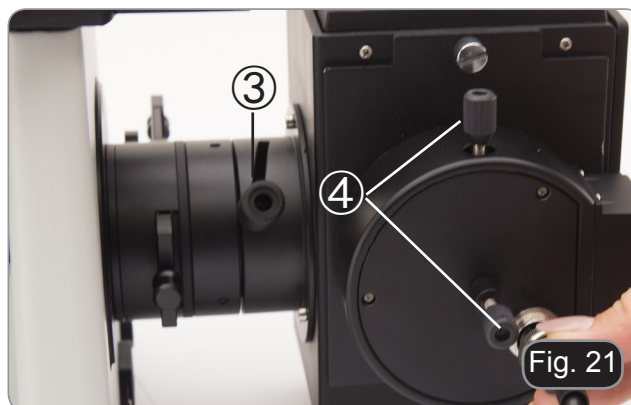

Fig. 21
2. Placez un morceau de papier sur la platine, dévissez légèrement la bague moletée du levier de réglage de mise au point ③ sur le boîtier de lampe et tournez-le dans le sens antihoraire jusqu'à ce que le filament de la lampe soit au point sur le papier. (Fig. 21)
3. Tourner les vis de centrage ④ sur le côté droit du boîtier de lampe pour amener le filament de la lampe au centre du champ de vision.
4. Lorsque vous avez terminé, tournez le levier de mise au point ③ à fond dans le sens des aiguilles d'une montre et vissez la bague moletée pour fixer le levier en place.